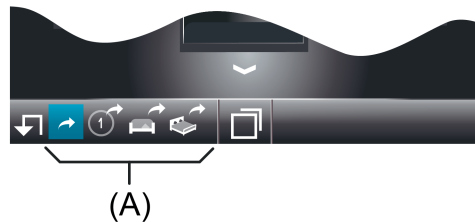

Bild 17: Beispiel von Quicklinks
In der Fußzeile des Anzeigebildschirms können Quicklinks in der Quicklink-Leiste (A) angezeigt werden (Bild 17). Quicklinks sind Bedienelemente mit Symbolanzeige, die einen internen Seitenaufruf ermöglichen. Quicklinks sind stets sichtbar und folglich auf jeder Anzeigeseite verfügbar. Bis zu vier Quicklinks in der Quicklink-Leiste sind möglich.